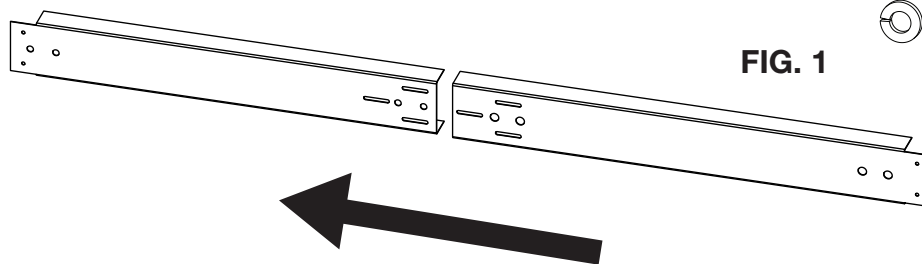

FIG. 1
1. Faites glisser les 2 pièces du linteau en acier ensemble. Assurez-vous d'aligner les 3 fentes. (FIG. 1).